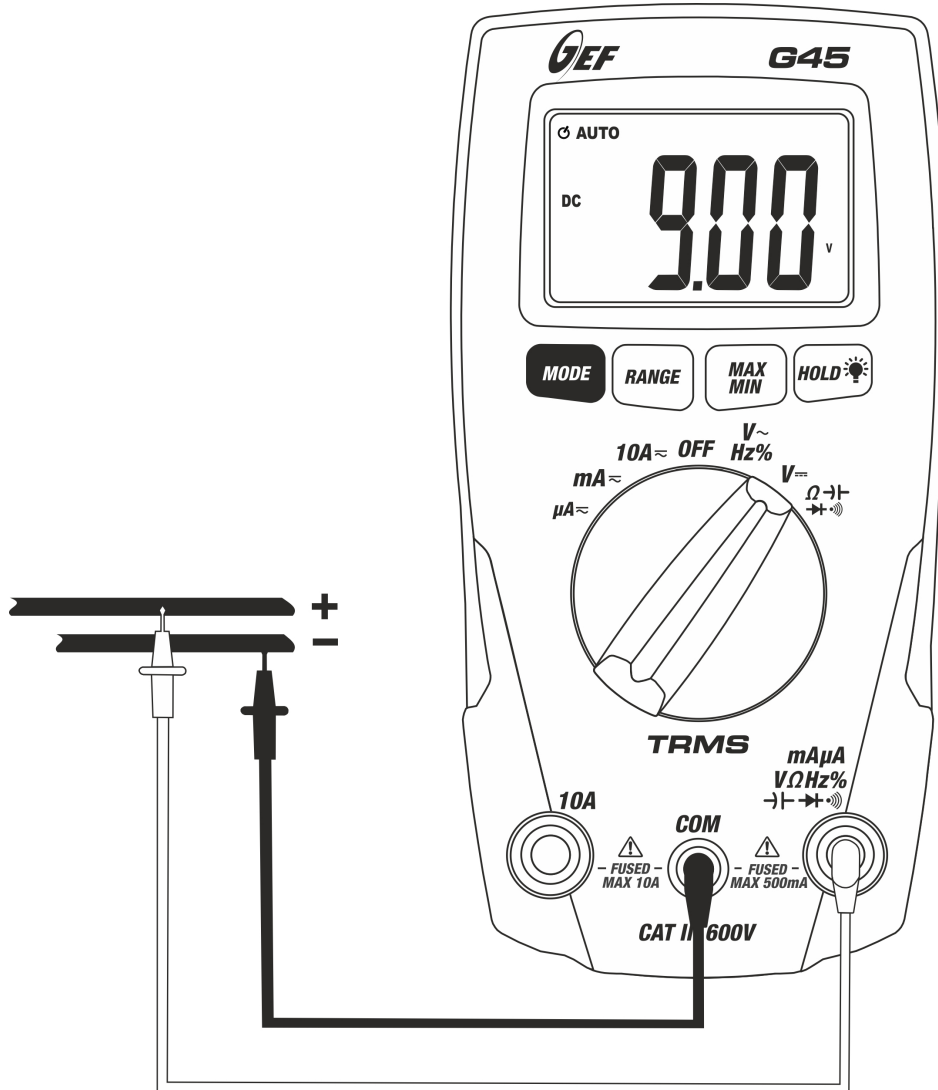

Fig. 2: Uso del Instrumento en medidas de Tensión CC
3. Inserte las dos puntas de prueba en el punto deseado del circuito (ver Fig. 2), luego el instrumento muestra el resultado
5. La visualización del símbolo "-" indica que la tensión medida está invertida respecto a las puntas de prueba como indica la Fig. 2